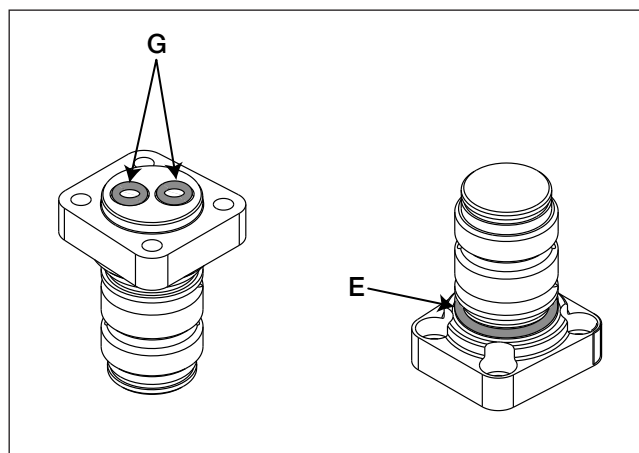

Figura 2, Installazione della guarnizione O-ring, Perno girevole
- Verificare che le quattro viti a testa cilindrica (D) che assicurano il perno girevole siano serrate. Vedere la sezione 5.0, passo 6, per i valori della coppia.
- Smontare la vecchia guarnizione O-ring (E) dal perno girevole (F) e sostituirla con una nuova guarnizione O-ring (E) del kit. Proteggere la guarnizione O-ring con uno strato di grasso al silicone prima di installarla. Per la posizione, vedere la Figura 2.
- Se l'operazione non è ancora stata eseguita: Smontare la guarnizione (A) di ritegno dell'anello elastico dalla sommità del perno girevole (F). Utilizzando un paio di cacciaviti, staccare delicatamente il vecchio gruppo girevole (B) dal perno girevole (F).
- Smontare le quattro viti a testa cilindrica (D) tenendo fermo il perno girevole (F). Staccare delicatamente il perno girevole (F) dall'unità di azionamento o dal corpo della chiave dinamometrica (H).
- Pulire con un panno tutte le superfici dell'unità di azionamento o del corpo della chiave (H). Applicare quindi una piccola quantità di sigillante per filettature Loctite 243 in ognuno dei fori filettati dei bulloni (*) nell'unità di azionamento o nel corpo della chiave (H). Prestare attenzione a non fare gocciolare il sigillante nei raccordi idraulici.
- Installare due nuove guarnizioni O-ring (G) nei fori alla base del nuovo perno girevole (F). Per la posizione delle guarnizioni O-ring, vedere la Figura 2.
- Posizionare il nuovo perno girevole (F) sull'unità di azionamento o sul corpo della chiave dinamometrica (H), accertandosi che i raccordi idraulici siano allineati. Prestare attenzione che le guarnizioni O-ring (G) non escano o non siano pizzicate o tagliate.
- Installare la nuova guarnizione O-ring (E) del perno girevole facente parte del kit. Proteggere la guarnizione O-ring con uno strato di grasso al silicone prima di installarla. Per la posizione, vedere la Figura 2.